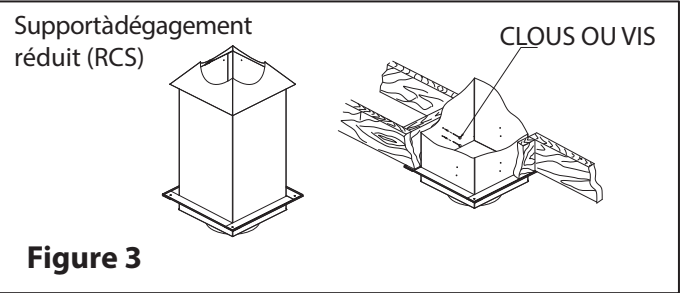

Figure 3
En utilisant le support à dégagement réduit (RCS) au niveau du grenier, il n'est pas nécessaire d'utiliser un coupe radiation de grenier. Le support à dégagement réduit agit comme coupe radiation lorsqu'il est installé avec son isolant et son collet (fournis). **(Voir Figure 3)**
Étape 3 : Par en dessous, poussez le support (RCS) dans l'ouverture percée au préalable. Assurez le niveau du support, clouez le support à l'ouverture encadrée à l'aide de (12) clous torsadés - 3 po ou de vis à bois no 8 x 1 1/2 po (voir Figure 3). Il faut qu'au moins 3 1/2 po du support se prolonge sous le plafond. Fixez la garniture de finition (inclus) au plafond.